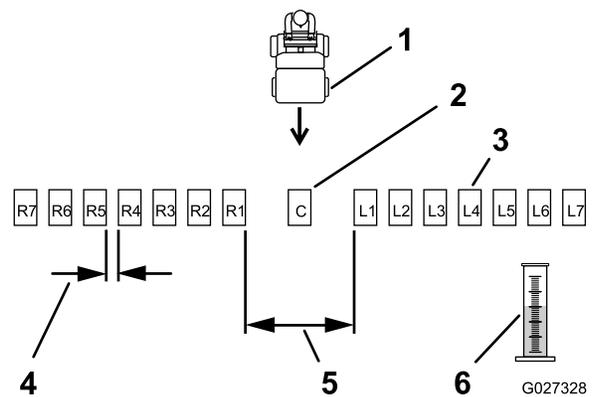
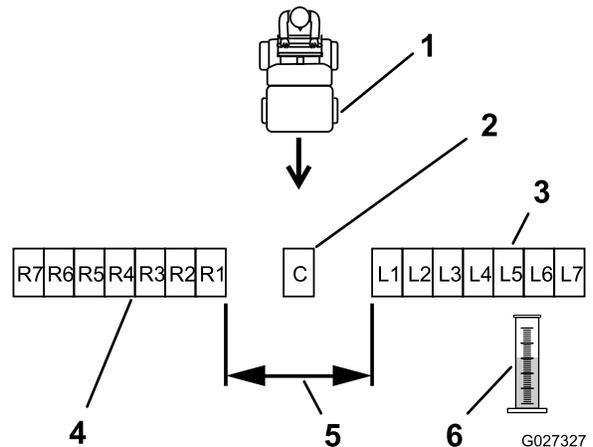

Figura 23
Figura 24
3. Coloque las bandejas restantes en línea recta, según se muestra en Figura 23 o Figura 24.
Coloque seis bandejas más en cada lado, con 30 cm (12") entre ellas (Figura 23).
Coloque seis bandejas adicionales en cada lado, sin espacio entre las bandejas (Figura 24).
- Etiquete cada cilindro graduado según la bandeja de recogida correspondiente (L2, L1, Centro, R1, R2...); consulte Figura 23 y Figura 24.